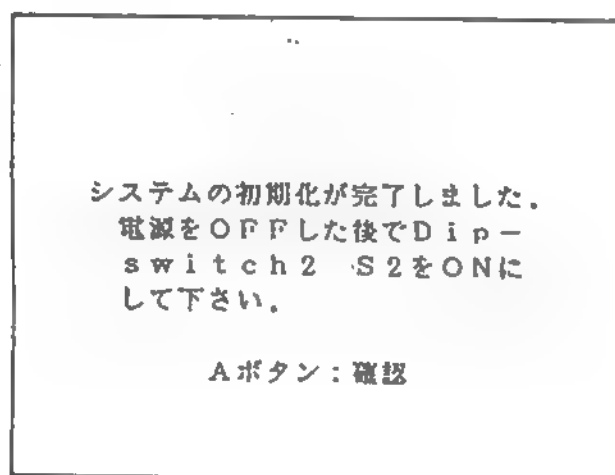

図 5-6
- ⑦ Aボタンを押すと“システムの初期化が完了しました。・・・”（図5-6）と表示されますのでメッセージに従い、CDチェッカーの電源をOFFし、DIP-SW2の2をONして下さい。以上でCDチェッカー初期化が終了しました。